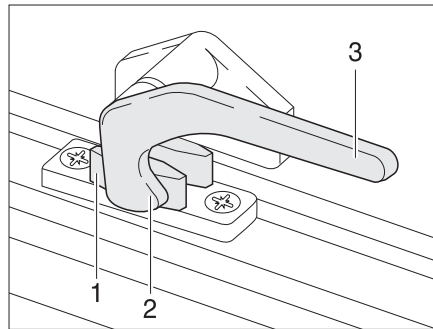

Fig. 56 Levier de verrouillage en position "Fermé"
- Tourner le levier de verrouillage (Fig. 56,3) d'un quart de tour vers le centre de la fenêtre.
- Tourner le levier de verrouillage (Fig. 56,3) d'un quart de tour vers le cadre de la fenêtre. Le tenon de verrouillage (Fig. 56,2) se trouve sur le côté intérieur du verrouillage de fenêtre (Fig. 56,1).
- En position "Fermé" (Fig. 56).